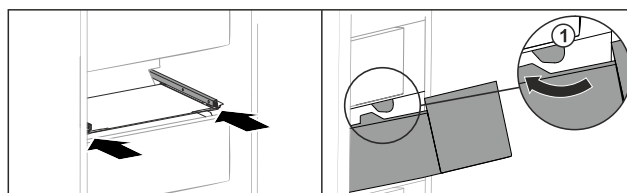

Fig. 161
- Far passare il cassetto intorno ai fermi *Fig. 161 (1)*.